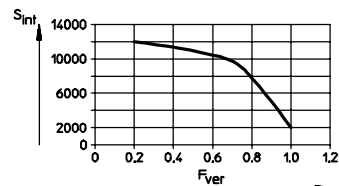

Bild 35
1. Berechnen Sie die Belastung der Führung F_{ver} mit Hilfe der Formel für kombinierte Belastungen (s. Technische Daten) und entnehmen Sie das Schmierintervall S_{int} aus Bild 35.